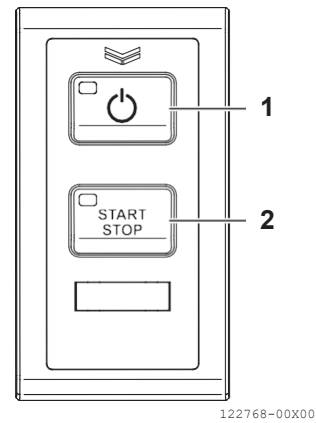

Figure 13
4. Appuyez sur le commutateur d'alimentation situé sur le panneau de commande du poste sélectionné pour mettre sous tension. (1, **Figure 13**).
9. Appuyez sur le commutateur START/STOP du moteur (2, **Figure 13**) et mettez sous tension le démarreur.